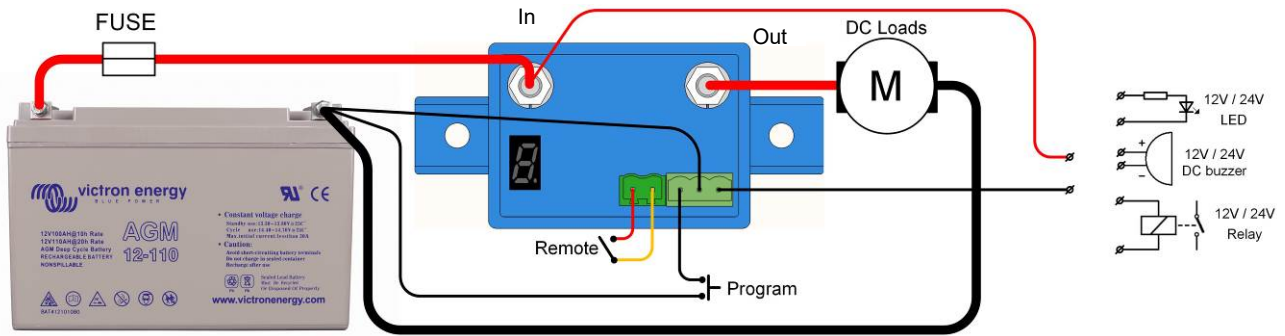

Figura 1 Diagrama de conexión del BP-65
- El BatteryProtect (BP) deberá instalarse en una zona bien ventilada y preferiblemente cerca de la batería (50 cm como máximo), ¡pero no sobre ella, para evitar los posibles gases corrosivos que desprende! **La caída de tensión provocada por un cable de sección inferior a la adecuada o por su excesiva longitud entre el positivo de la batería y el BP puede dar lugar a una alarma de cortocircuito al iniciarse la carga, o a una desconexión inesperada.**
- Puede conectarse un interruptor remoto on-off al conector bifásico (ver figura 1) o entre el pin 2-1 del conector bifásico y el positivo de la batería.
- Puede conectarse una señal acústica, LED o relé entre la salida de alarma y el positivo de la batería (ver figura 1). Carga máxima sobre la salida de alarma: 50 mA (a prueba de cortocircuitos).